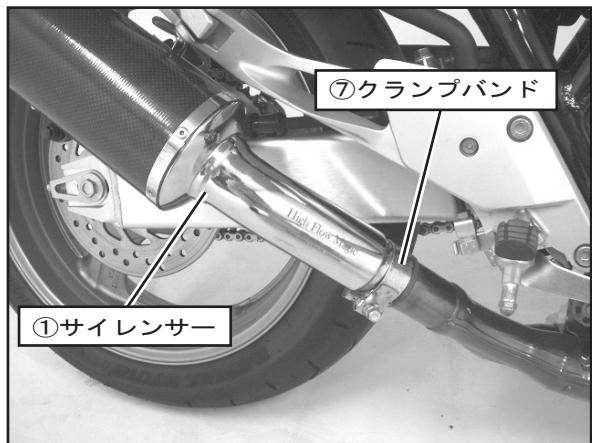

FIG. 2
3. ①サイレンサーのテールパイプスリット部に⑦クランプバンドを通して車両に取り付け、⑦クランプバンドを仮締めして下さい。 (FIG. 2参照)